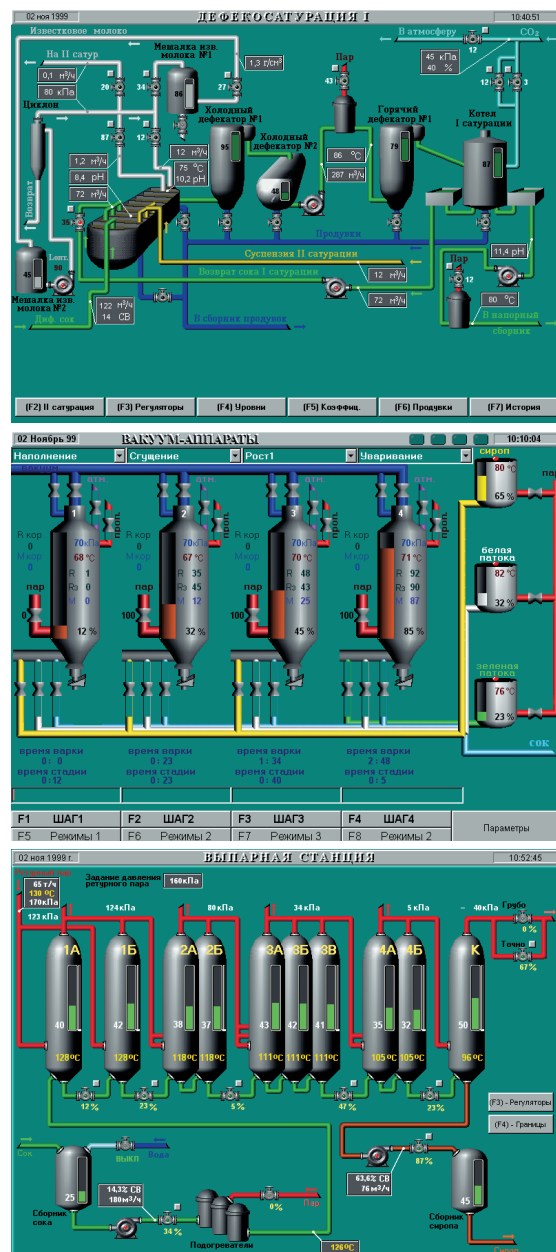

Рис. 5. Мнемосхемы участков технологического процесса
- создание и редактирование мнемосхем (рис. 5);